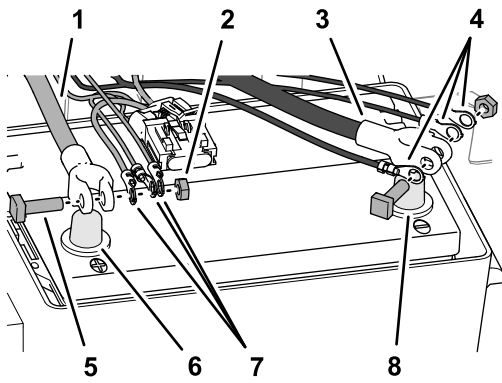

Figura 186
1. Enrute el terminal positivo (cable rojo), el terminal negativo (cable negro) y el bloque de fusibles (50 A) del arnés de cables trasero hacia arriba entre la caja de la batería y el chasis de la máquina (Figura 186).
del arnés de navegación–eléctrico, el arnés de alimentación del módem y el terminal del cable negativo de la batería (Figura 186).
- Sujete provisionalmente los terminales y el perno de cabeza cuadrada con una tuerca hexagonal (Figura 186).
- Conecte el cable positivo (rojo) al borne positivo (+) de la batería y apriete la tuerca; consulte la Figura 186, en [Conexión del arnés GeoLink trasero, el arnés de datos de navegación y eléctrico, y el arnés de alimentación del módem a los cables de la batería](#) (página 85).
- Conecte el cable negativo (negro) al borne negativo (-) de la batería y apriete la tuerca; consulte la Figura 186 en [Conexión del arnés GeoLink trasero, el arnés de datos de navegación y eléctrico, y el arnés de alimentación del módem a los cables de la batería](#) (página 85).
- Retire los pernos de cabeza cuadrada y las tuercas hexagonales de los terminales de los cables positivo y negativo de la batería (Figura 186).
- Ensamble un perno de cabeza cuadrada a través del terminal positivo (cable rojo) del arnés de cables trasero, el terminal positivo del arnés de navegación–eléctrico, el arnés de alimentación del módem y el terminal del cable positivo de la batería (Figura 186).